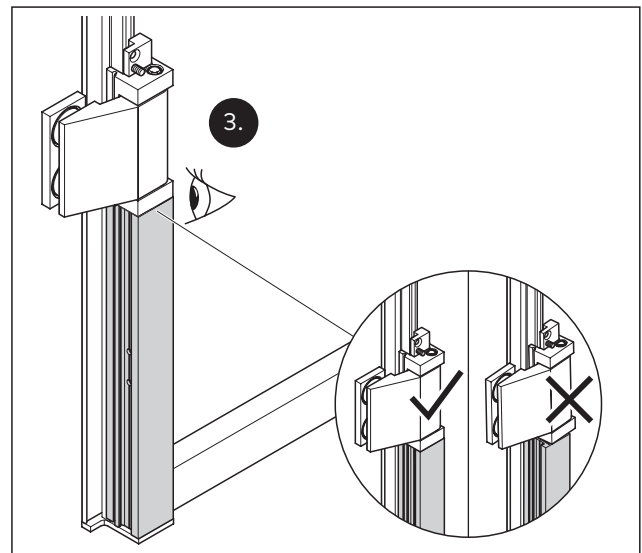

Abb. 34 Die Flucht des Türbands am Deckprofil für die Zarge ausrichten
3. Die Flucht des Türbands an der Flucht des Deckprofils für die Zarge ausrichten (Abb. 34).
6. Sicherstellen, dass das Türband weiter an der Flucht des Deckprofils für die Zarge ausgerichtet bleibt (siehe Abb. 34).
9. Sicherstellen, dass die Flucht des Türbands an der Flucht des Deckprofils für die Zarge ausgerichtet ist (siehe Abb. 34).